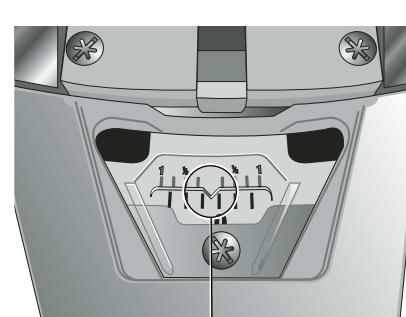

FIG. V2
2. Ajuste o ângulo de esquadria com grau inteiro mais próximo desejado alinhando a marca central na escala de Vernier, como mostra a Figura V1, ao número de grau inteiro gravado na escala do ângulo de esquadria. Examine atentamente a Figura V2. O ajuste mostrado é o ângulo de esquadria de 24 graus à direita.
3. Para ajustar o grau adicional de 1/4, pressione a trava do braço do ângulo de esquadria e move cuidadosamente o braço para a DIREITA até que marca de 1/4 de grau na escala de Vernier se alinhe à marca de grau MAIS PRÓXIMA na escala do ângulo de esquadria. Em nosso exemplo, a marca de grau mais próxima na escala do ângulo de esquadria é 25 graus. A Figura V2 mostra um ajuste do ângulo de esquadria de 24-1/4 graus à direita.